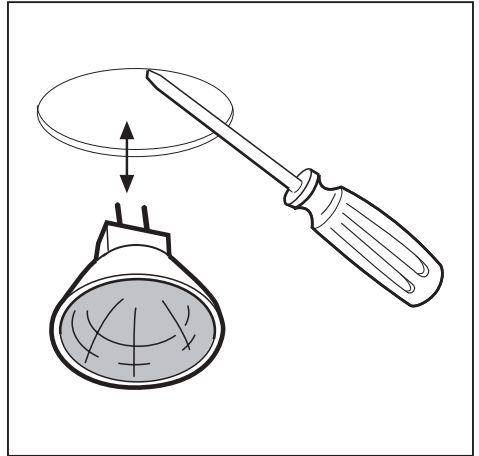

Fig.18
• Sostituzione delle lampade alogene (Fig.18):